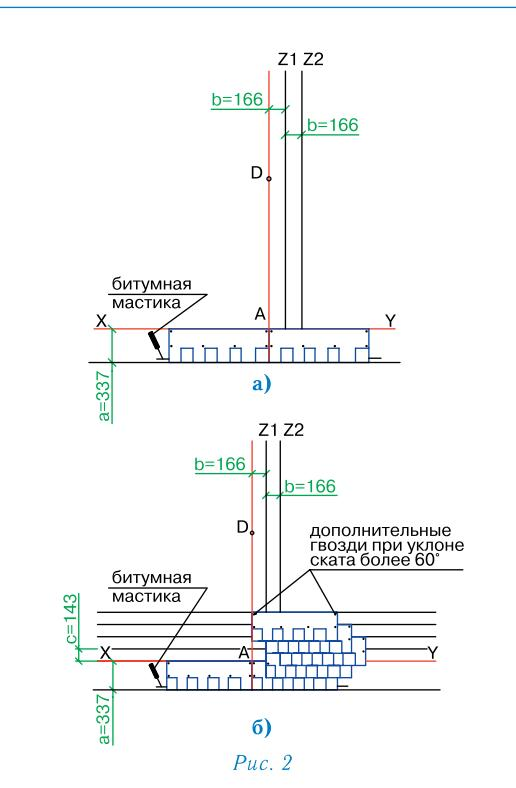

Рис. 2
Укладка материала (рис. 2)
- первый ряд черепицы укладывается от линии AD (рис. 2а);
- второй ряд укладывается от линии Z1 (со смещением 16,6 см от AD) (рис. 2б);
- третий ряд укладывается от линии Z2 (со смещением 16,6 см от Z1) (рис. 2в);
- четвертый ряд — от линии Z1 (рис. 2г);
- пятый ряд — от линии AD (рис. 2д);
Каждый лист черепицы ШЕРВУД крепится 4 гвоздями таким образом, чтобы гвоздь прошивал и верхний край низлежащего листа черепицы ШЕРВУД (рис. 2а, б). При укладке черепицы на скатах при уклоне больше 60° лист должен крепиться 6 гвоздями (2 дополнительных гвоздя фиксируют верхние углы листа на расстоянии от краев 2,5 см).